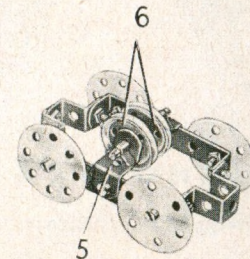

Fig. 5.11c
Le chariot auquel est suspendu la benne preneuse (fig. 5.11c) est constitué par deux bandes coudées de 60×12 mm. réunies à une extrémité par un cavalier et à l'autre par deux équerres renversées. Les roues du chariot sont des disques de 35 mm. qui tournent librement sur des boulons de 9,5 fixés au chariot par deux écrous. Une équerre renversée (5) est boulonnée sur chaque bande coudée, et deux poulies folles de 25 mm. (6) sont montées sur une tringle de 4 cm. tenue dans les équerres renversées par des clavettes. Les roues du chariot circulent sur les rebords des cornières qui forment le portique.